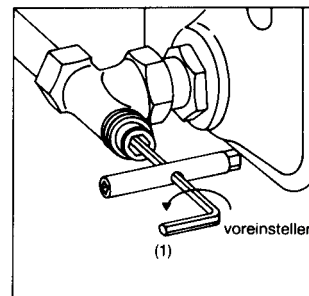

Bild 2
- 1.3 Nun Ventilkegel mit dem Sechskantschlüssel SW 4 (1), entsprechend den lt. Diagramm gewählten Umdrehungen, durch Linksdrehen, voreinstellen (Bild 2).
- 4.5 Mit Sechskantschlüssel SW 4 (1) den Ventilkegel durch Linksdrehen aufdrehen (Bild 2). Heizkörper entlüften.